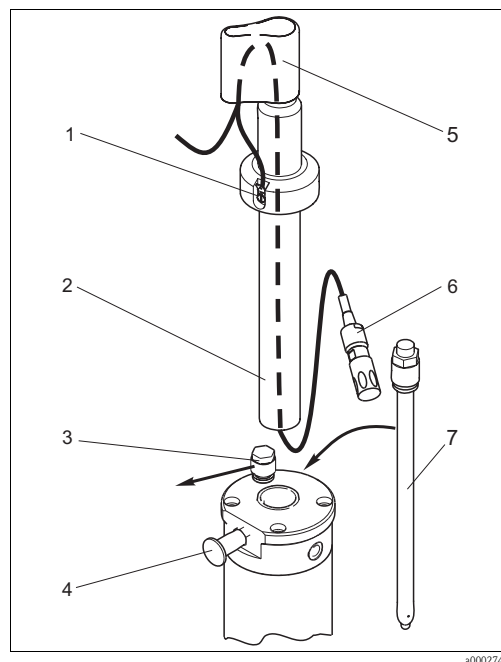

Fig. 15: Instalación del sensor
1. Retire del portasondas la capucha de protección contra salpicaduras (Fig. 15, núm. 5).